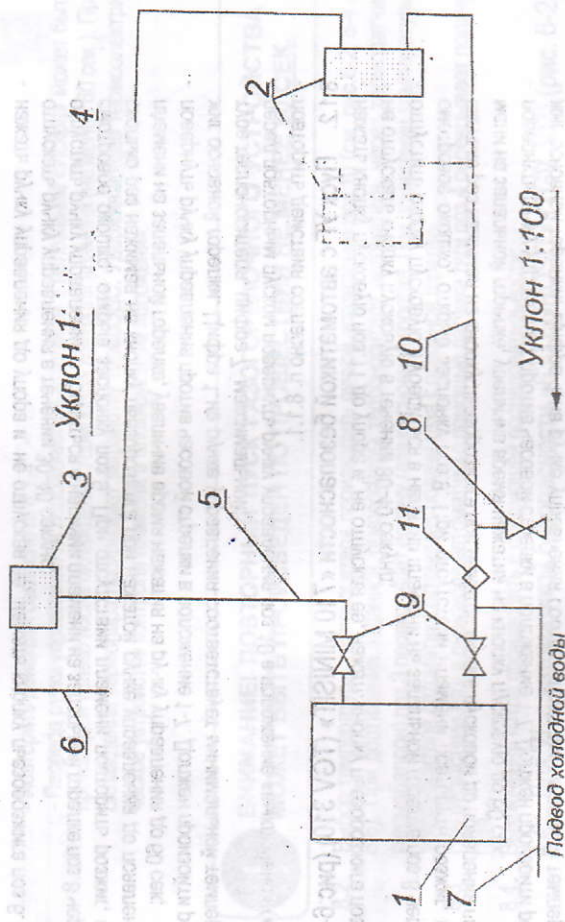

Рис. 7-3
- 7.7. Горизонтальные участки трубопроводов системы отопления необходимо выполнять с уклоном не менее 10 мм на 1 м в сторону отопительных радиаторов и от них к котлу. Это делается с целью обеспечения свободного выхода воздуха при заполнении системы водой и исключает возникновение воздушных пробок. Примерная схема монтажа котла в системе отопления показана на рис.7-3.